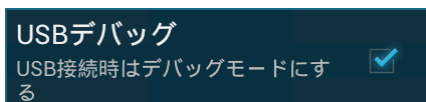

図 3-2
- (b) [設定] - [開発者向けオプション] - [USBデバッグ]にチェックを入れます。(図 3-2)